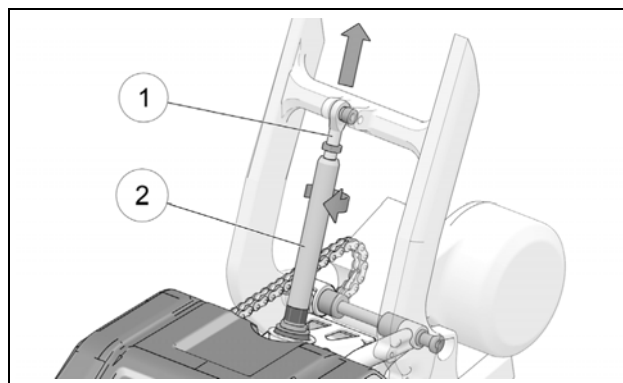

Figure 6
- Desserrer le contre-écrou de l'embout à rotule (1). Ajuster la longueur de l'embout en tournant le bras de couplage (2) à l'aide d'une clé 25 mm. Figure 6.